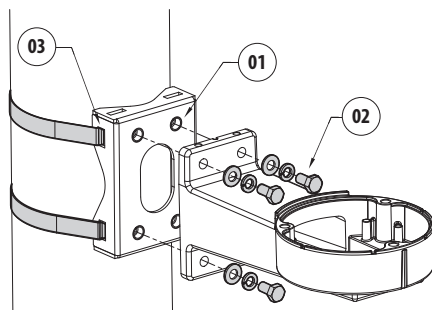
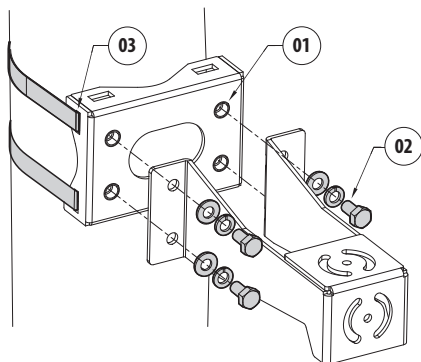

Fig. 2 Fixation pour UEBW (ULISSE EVO)
Fig. 3 Fixation pour NVX, NTX
Selon le produit à installer, les colliers doivent être appliqués en utilisant les logements prévus (03) (Fig. 2 Fixation pour UEBW (ULISSE EVO), page 2 et Fig. 3 Fixation pour NVX, NTX, page 3).